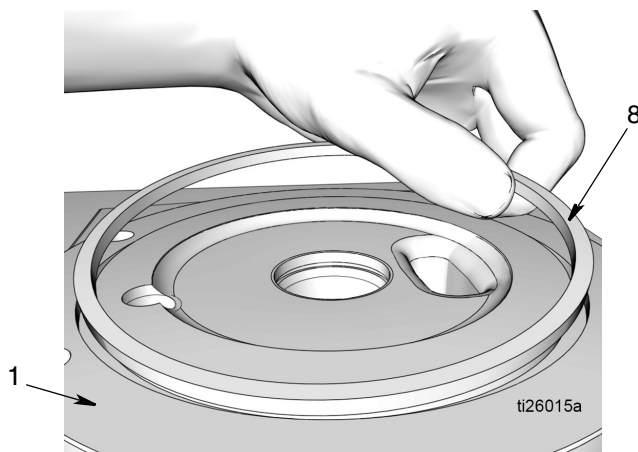

FIG. 31
22. Déposer le joint à section carrée (8) de la base de la pompe (1) (FIG. 31). Mettre le joint au rebut en respectant toutes les réglementations concernées.